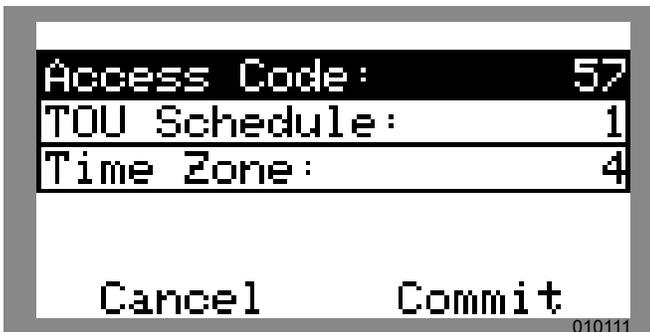

Figura 6-12. Configuración del programa TOU (3 de 4)
- Consulte la **Figura 6-12**. Use las flechas hacia arriba y hacia abajo para resaltar Access Code (Código de acceso) y presione el botón central para seleccionar.